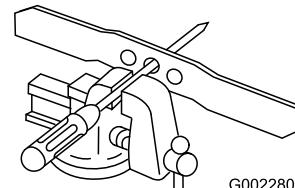

Рисунок 30
1. Проверьте балансировку ножа, поместив центральное отверстие в ноже поверх гвоздя или стержня отвертки, зажатых горизонтально в тисках (Рисунок 30).